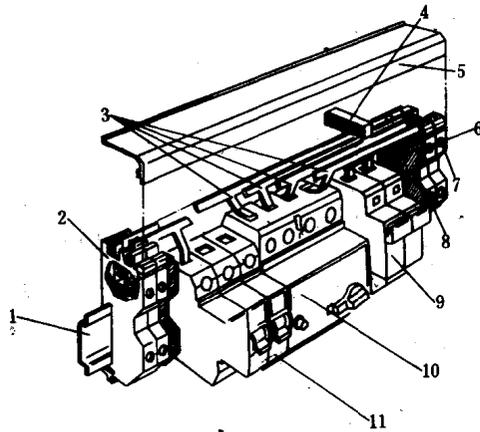

图 0-1 装有各种元件的组合电器的内部结构
1) 安装轨道化 电器的安装问题，近年来已越来越多地受到制造厂和用户的重视，在最新的终端组合电器中，几乎都采用“顶帽型”安装轨，见图 0-1。这样，制造厂能迅速地按用户要求，将开关电器方便地固定、拆卸、移动或重新排列，实现组合灵活化。